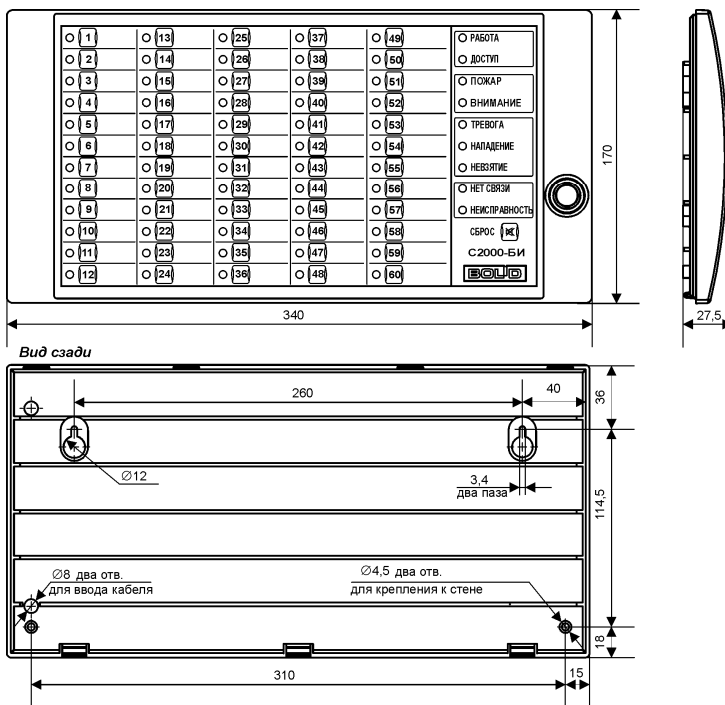

Рисунок 1. Внешний вид, габаритные и установочные размеры блока
2.1.4 Наметьте на стене места для 4 установочных отверстий в соответствии с рис. 1.